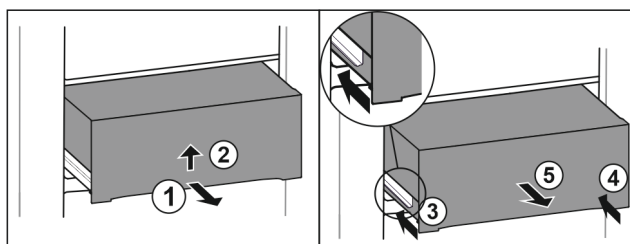

Fig. 53
- ▶ Vytiahnite zásuvku do polovice. Fig. 53 (1)
- ▶ Nadvihnite zásuvku na spodnej strane. Fig. 53 (2)
- ▶ Zasuňte ľavú koľajničku. Fig. 53 (3)
- ▶ Zasuňte pravú koľajničku. Fig. 53 (4)
- ▶ Odoberte zásuvku dopredu. Fig. 53 (5)